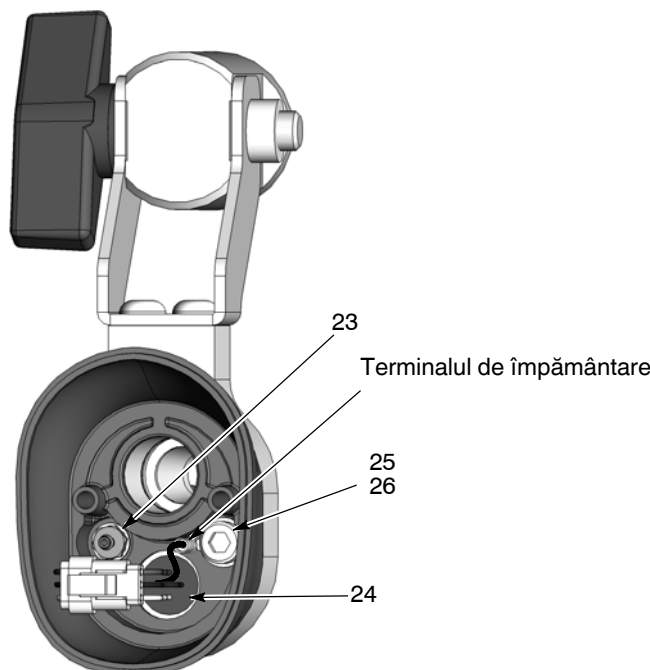

Figura 15 Dezasambelarea pistolului – Înlocuirea prizei pentru cablu și a fittingului striat
5. Introduceți o șurubelniță mică, cu cap plat în fanta de pe conectorii cablajului și separați cablajul prizei (24) de la cablajul sursei de alimentare electrice.
6. Vezi Figura 15. Deconectați tubulatura transparentă de spălare cu aer de la fittingul striat (23) din interiorul corpului spate.
- a. Vezi Figura 15. Folosiți o cheie hexagonală de 4 mm pentru a demonta șurubul cu cap hexagonal (25) și șaiba (26) și deconectați borna de împământare.
- g. Vezi Figura 15. Conectați borna de împământare la capacul de capăt cu ajutorul șurubului cu cap hexagonal și al șaibei (25, 26).
16. Vezi Figura 15. Conectați tubulatura de spălare cu aer la fittingul striat și cablajul sursei de alimentare la cablajul prizei pentru cablu.